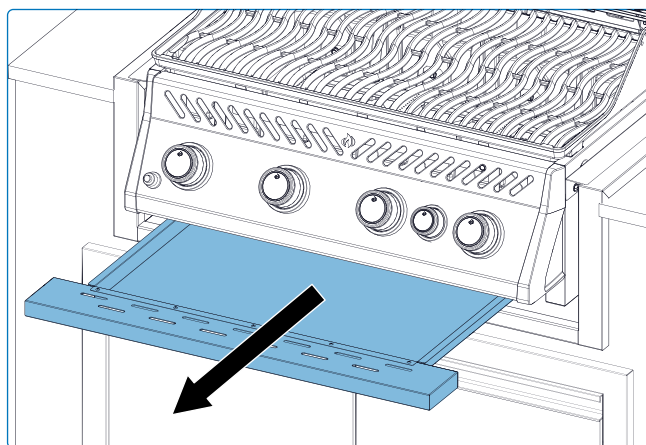

Fig. 14
1. Rimuovere la/le vite/i che fissano il bruciatore alla parete posteriore del barbecue. Far scorrere il bruciatore all'indietro e verso l'alto per rimuoverlo (**Fig. 14**).